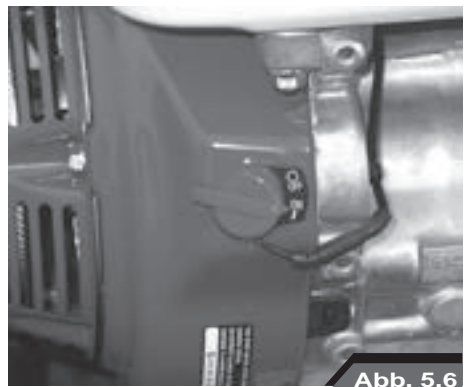

Abb. 5.6
- Den Motorschalter ON/OFF auf **ON** stellen (Abb. 5.6).
- Den Motoranlassgriff (15) greifen und sanft ziehen, damit das Ankuppeln der Klinkmechanik gefördert wird. Dann ziehen Sie kräftig an dem Griff, wobei Sie sich eventuell mit einem Fuß auf dem Rad abstützen, um kräftiger ziehen zu können. Diesen Vorgang so lange wiederholen, bis der Motor anläuft.
- Zum Abstellen des Motors wird der ON/OFF-Schalter auf **OFF** gestellt (Abb. 5.6). Der Motor wird nach einigen Augenblicken angehalten.